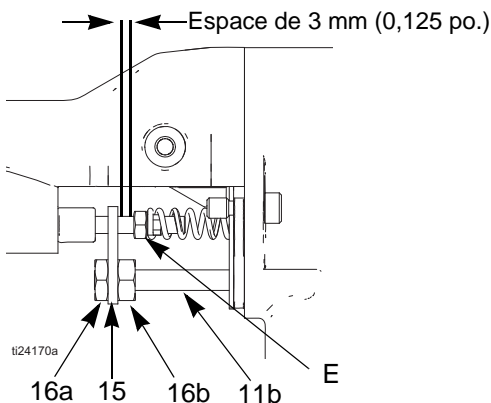

FIG. 23 . Réglage de la tige de commande
2. Retirez le capuchon d'air (1), page 28. Démontez le capotage (26).
3. Retirez l'écrou de blocage (16), la tige de commande (15) et l'écrou de réglage (16). Consultez la FIGURE 23.
Consultez la FIGURE 23.
4. Retirez les écrous de réglage (16a) et la tige de commande (15). Consultez la FIGURE 23.